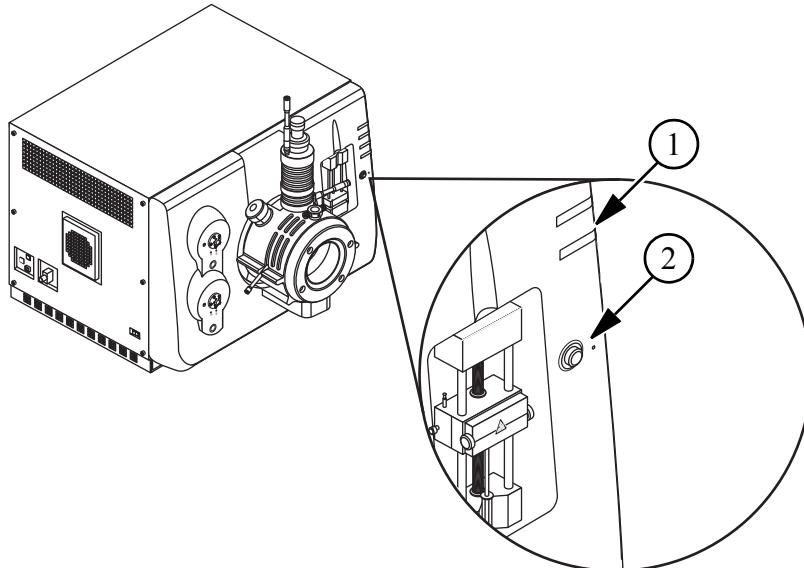

Figura 1-7 LED Pompa a siringa
- Premere il bottone sul lato destro della pompa a siringa (Figura 1-7) per avviare il flusso nello spettrometro di massa.